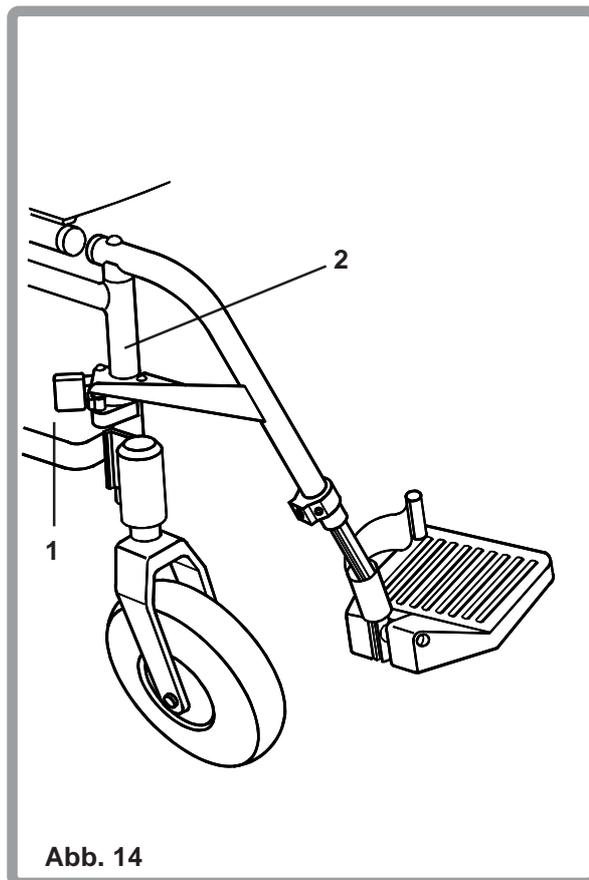

Abb. 14
Abschwenkbare Fusstützen gehören zur Standardausrüstung von Breezy Rollstühlen (Abb. 14). Diese Fusstützen ermöglichen Ihnen ein einfaches Transferieren nach vorne. Um die Fusstütze zu entfernen, drücken Sie den Auslösehebel (1) gegen den Rahmen (2), drehen die Fusstütze gegen aussen ab und ziehen sie hoch.